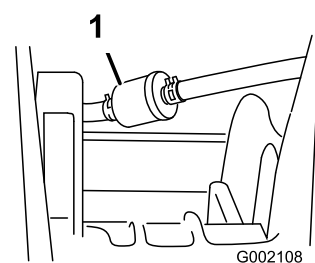

Figura 37
- Rimuovete i dispositivi di fermo che fissano il filtro del carburante ai tubi di alimentazione (Figura 37).